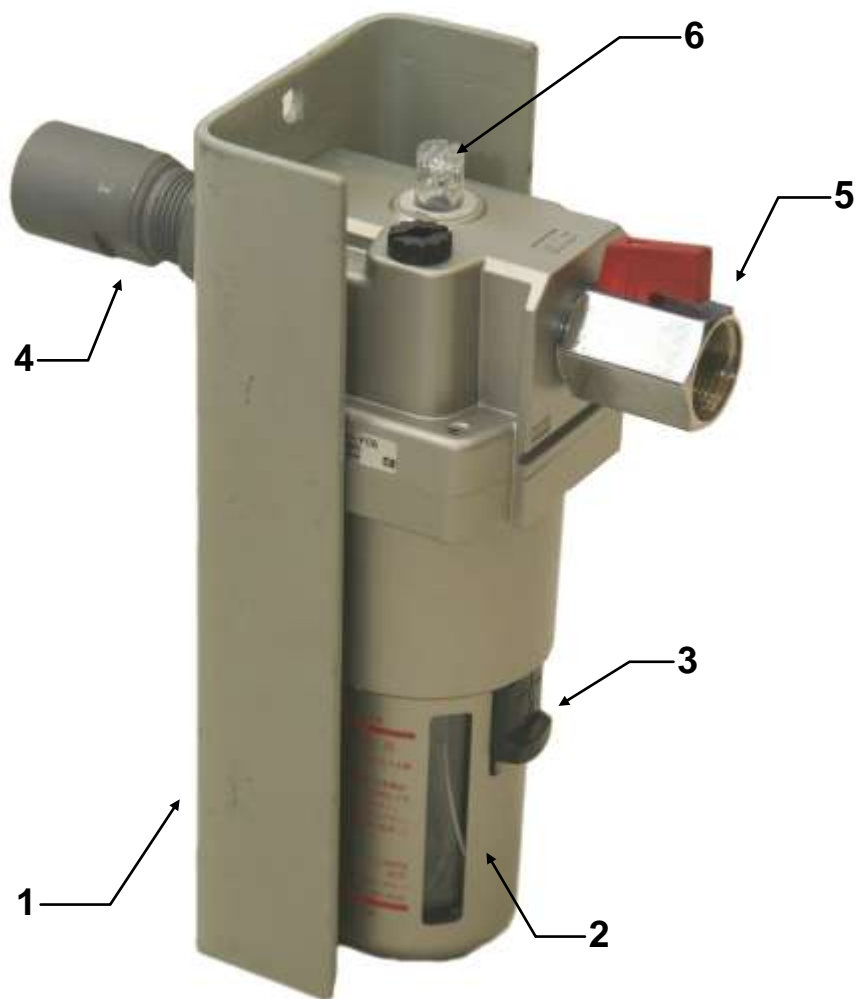

Рис. 2.
Маслораспылитель (рис. 2) чертеж № СТОК100.08-00 СБ предназначен для подачи распыленного в воздухе масла в пневматический двигатель устройства.
3.1.1. Установить маслораспылитель вертикально колбой вниз в непосредственной близости от рабочего места, используя для этого отверстие в кронштейне 1 (рис. 2).
3.1.4. Отсоединить резервуар 2 (рис. 2) маслораспределителя, для чего отвести клавишу 3 до упора и, развернув резервуар на 45°, снять его вниз.
5.4. Включить пневматический двигатель поворотом рукоятки шарового крана 5 (рис. 2). Удерживая резинометаллический рукав плавно подавать инструмент вперед. Момент подхода чистящего инструмента к противоположному концу трубы можно определить по изменению звука. Однако более точным и безопасным способом является предварительное измерение длин труб и нанесение соответствующих отметок на резинометаллическом рукаве.